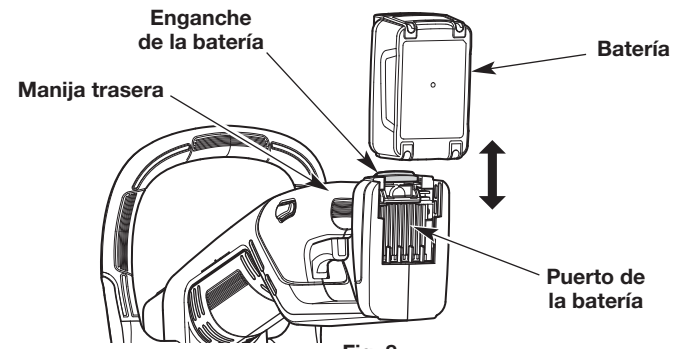

Fig. 8
2. Oprima la batería en su puerto hasta que el enganche de la batería calce en su lugar (Fig. 8). La batería debe deslizarse a su posición y “calzar”.
2. Empuje el enganche de la batería hacia afuera de la batería (Fig. 8).
3. Extraiga la batería del puerto de la batería (Fig. 8).